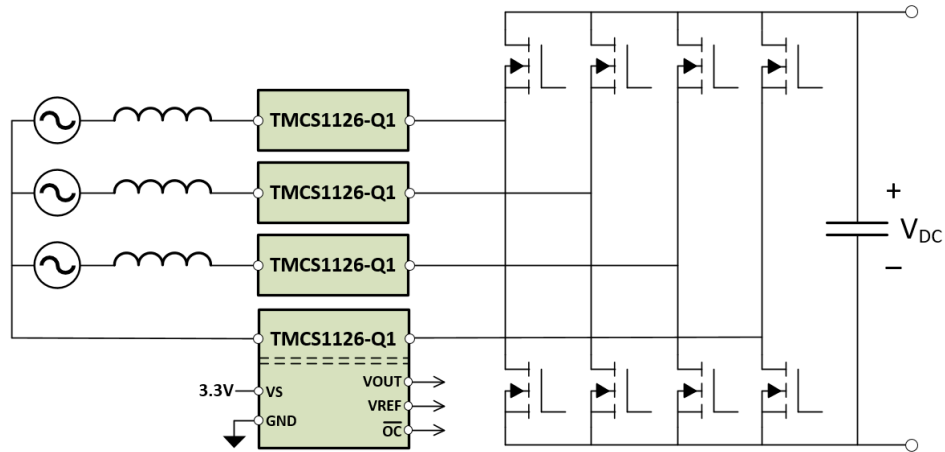

图 9-2. 交流/直流转换器电流检测
在许多应用中，电源必须从交流转换为直流后用于电路。为了提高功率传输效率，通常需要某种类型的受控功率因数校正 (PFC) 级。现代 PFC 级正在使用越来越快的电源开关，以减小总体尺寸并提高功率传输效率。通常，交流/直流转换器的 PFC 级直接连接到交流电网。PFC 级检测面临的一个主要挑战是，在电荷传输期间，电流传感器会遇到来自高压 (HV) 电网的大电压尖峰以及来自高速电源开关的高瞬态能量。TMCS1126-Q1 结构中固有的隔离功能可在 HV 电流检测节点和低压控制电路之间提供高级别的隔离，并具有高共模瞬态抗扰度 (CMTI)，因此有助于应对这些挑战。图 9-2 显示了 TMCS1126-Q1 在常见交流/直流转换器级中测量相电流的使用方法。